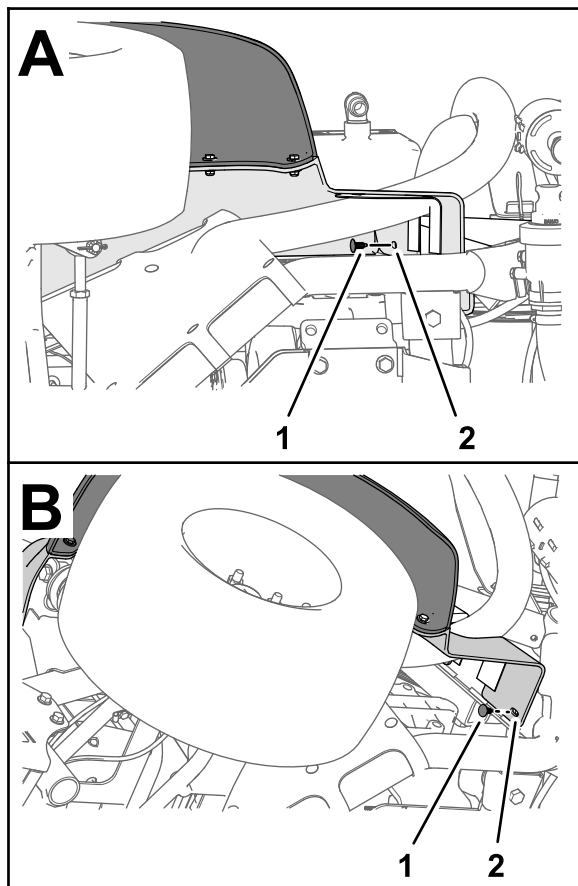

Figura 220
5. Fissate il parafango al profilato del telaio con 2 dispositivi di fissaggio a spinta (Figura 220).